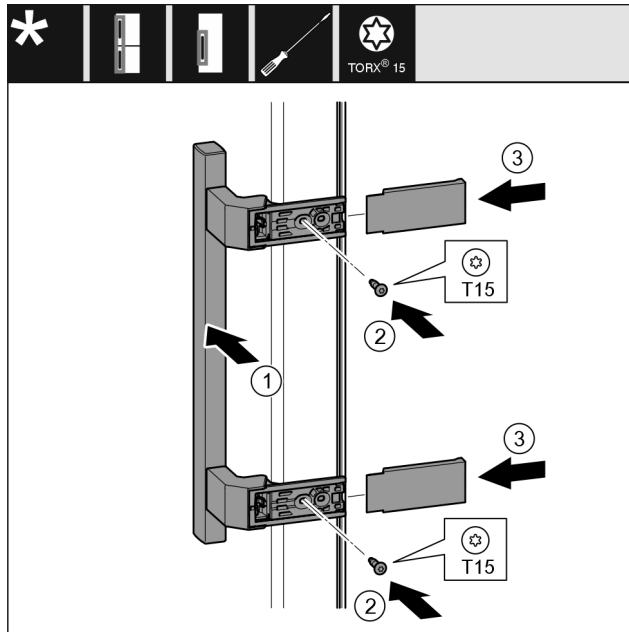

Fig. 28
- Placer la poignée Fig. 28 (1) du côté opposé.
- Serrer les vis Fig. 28 (2) avec un tournevis.
- Placer les caches Fig. 28 (3) sur le côté et les faire glisser.